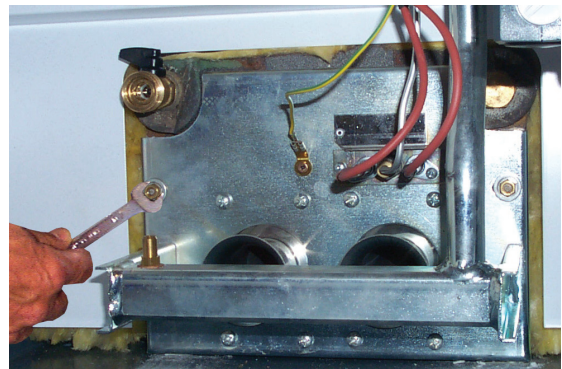

fig. 8
5. Desenroscar las dos tuercas que fijan la puerta de la cámara de combustión a los elementos en fundición de la caldera (fig. 8).